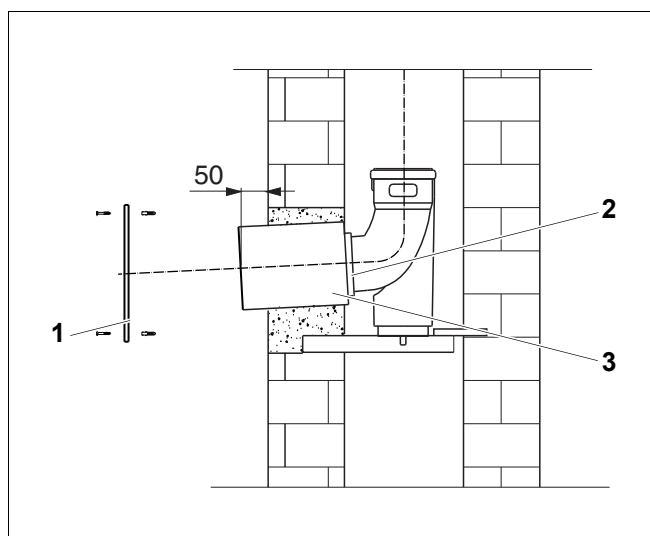

Рис. 17 Подсоединение дымовой трубы в шахте (размеры в мм)
- Нанесите тонкий слой смазки CENTROCERIN® на уплотнение муфты дымовой трубы (рис. 17, [2]) концентрического прохода через стену и вставьте трубу в опорное колено.
- Наружную и внутреннюю трубы обрежьте так, чтобы остался выступ 50 мм (рис. 17).
- Установите защитную крышку (рис. 17, [1]), вставьте дюбели и закрепите крышку винтами.